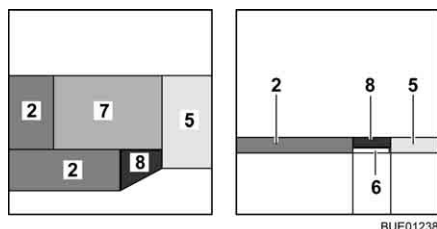

Bild 96 Efter ombyggnaden
- Lägg extradynan (Bild 96,7) på bordet.
- Lägg den extra dynan (Bild 96,8) på sängbreddningen.